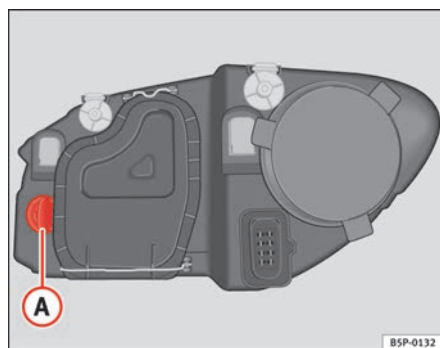

Abb. 159 Glühlampe für Blinker
- Die Fassung ⇒ Abb. 159 **A** nach links drehen und ziehen.